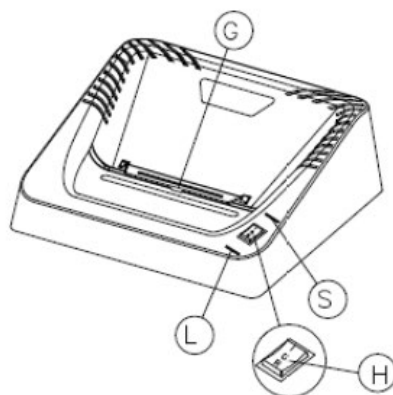

Fig.2
### UŻYTKOWANIE NISZCZARKI Rys. 2
Urządzenia odpowiednie do niszczenia płyt CD/DVD i kart kredytowych są dostarczane z drzwiczkami ochronnymi (G) Rys. 2, które podczas niszczenia papieru należy obrócić w stronę tylnej części urządzenia i podczas niszczenia PŁYT CD/DVD/KART KREDYTOWYCH muszą być obrócone do przodu, ponieważ kierują materiał optyczny w stronę czujników optycznych i chroni obsługę przed wyrzucaniem odłamków plastiku.